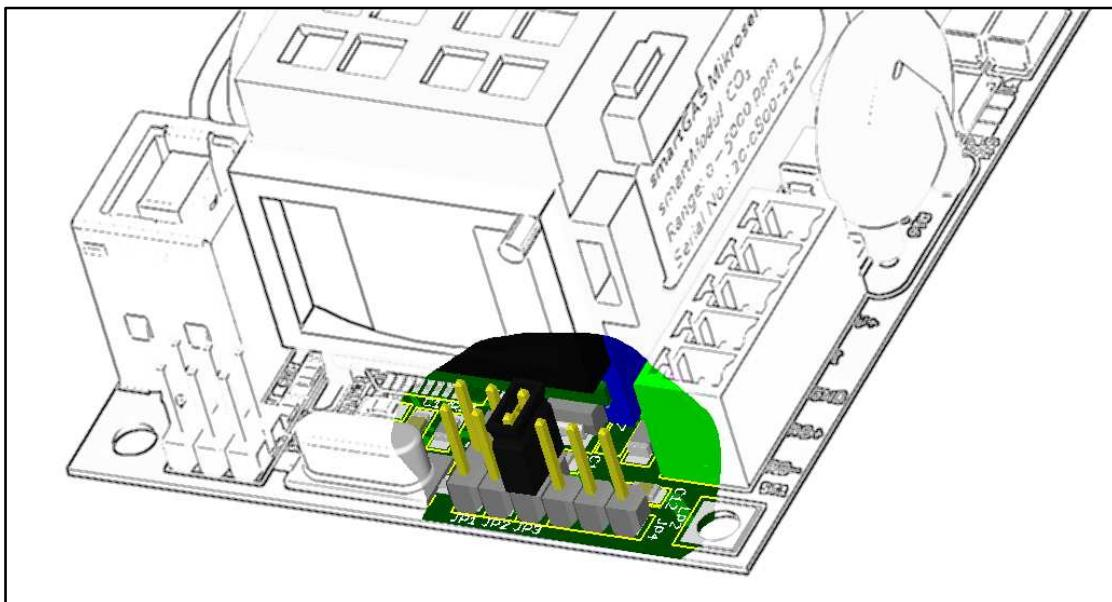

Bild 4: Jumper 3 gesteckt → Bereich des Stromsignals 0-20mA
1. gesteckt \Leftrightarrow 0-20mA (**Auslieferungszustand**) – siehe Bild 4;